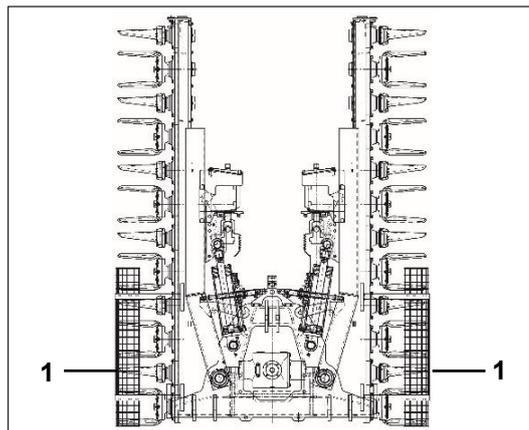

図 21
- 輸送の間にブレード(図 21 の 1)を保護する 2つのサイドガードを取り付けてください。